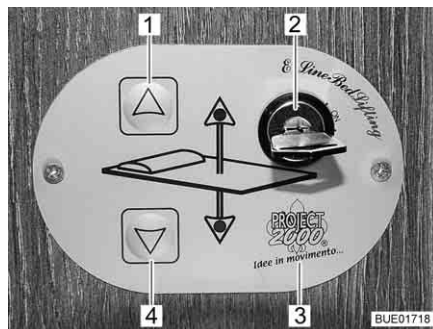

Fig. 124 Elemento di regolazione
È possibile abbassare o alzare il letto basculante tramite i tasti (Fig. 124,1 e 4) presenti sull'elemento di regolazione (Fig. 124,3). L'elemento di regolazione viene bloccato tramite l'interruttore a chiave (Fig. 124,2) per evitarne l'utilizzo accidentale.
- Ruotare la chiave dell'interruttore a chiave (Fig. 124,2) di 90° in senso orario, fino a raggiungere la posizione "On". L'elemento di regolazione (Fig. 124,3) è attivato.
- Premere il tasto freccia (Fig. 124,4) e tenerlo premuto fino a quando il letto basculante raggiunge la posizione desiderata in basso.
- Premere il tasto freccia (Fig. 124,1) e tenerlo premuto fino a quando il letto basculante raggiunge la posizione finale in alto.
Se non si riesce più a spostare il letto basculante con i tasti freccia (Fig. 124,1 e 4), controllare per prima cosa il fusibile nell'armadietto pensile anteriore sul lato sinistro del veicolo o rispettivamente Riserva 3 della centralina elettrica (vedi paragrafo 8.9.1). Se il fusibile è a posto e ciononostante non si riesce a spostare il letto basculante, è possibile muoverlo manualmente.